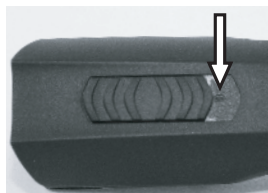

図 4 スイッチOFF位置
- バリカンのスイッチがOFFの位置(0)である事を確認してください(図4)。